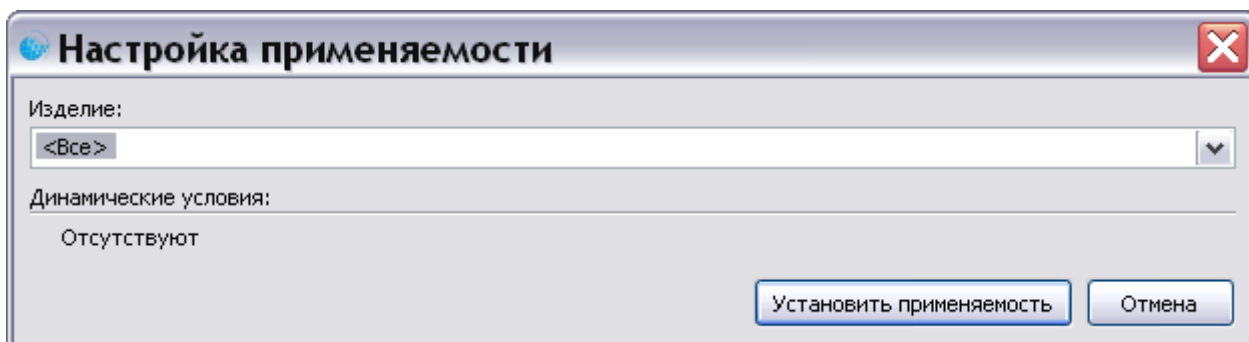

Рис. 63
– **По применяемости.** По умолчанию выбрана применяемость «Все». Применяемость «Все» означает, что поиск осуществляется для версий модулей данных, действительных для всех изделий и при всех условиях эксплуатации. Для выбора другой применяемости нажмите на кнопку . После этого появится окно **Настройка применяемости** (Рис. 63).